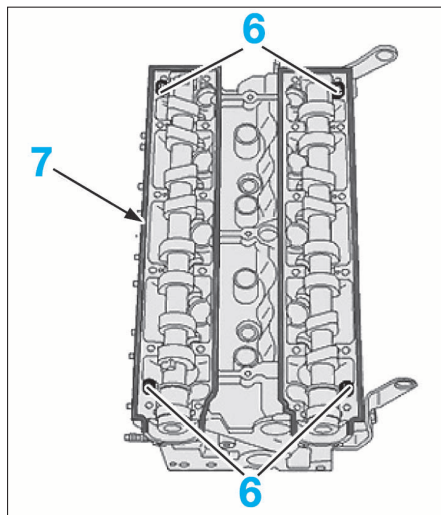

FIG. 55
- Vérifier la présence des goupilles de centrage (6) (Fig.55).
- Déposer un cordon (7) de pâte à joint sur le plan de joint des carters-chapeaux et les reposer.